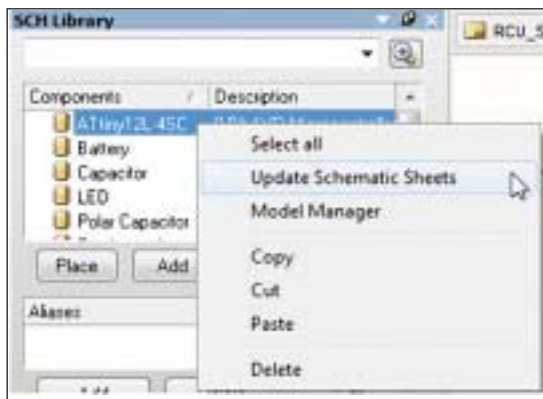

Рис. 37. Обновление компонентов на схеме
3. В открывшемся контекстном меню выберите команду *Update Schematic Sheets* (рис. 37).